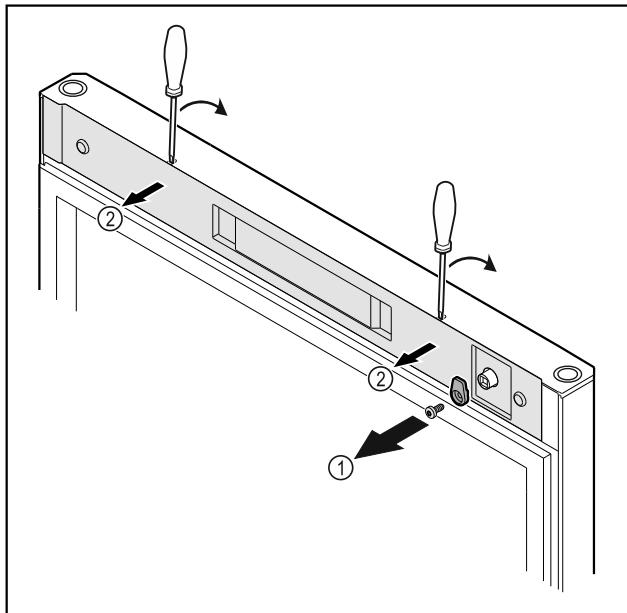

Fig. 22
- ▶ Lironi vidat e grepit të mbylljes Fig. 22 (1).
- ▶ Nxirri nga foleja kapakun mbulues Fig. 22 (2) me një kaçavidë të vogël dhe hiqeni.